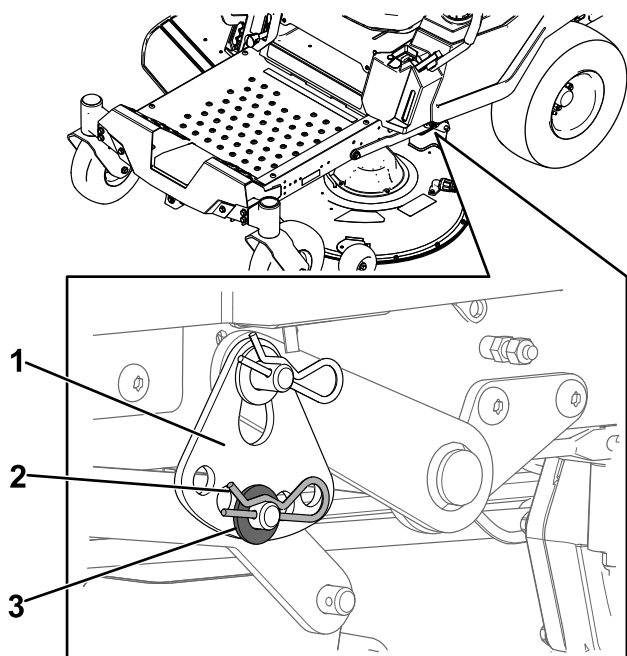

**Figure 62**
4. Placez deux cales de 6,6 cm (25/8 po) d'épaisseur chacune sous chaque côté du bord avant du tablier de coupe, mais pas sous les supports des galets anti-scalp (Figure 62).
5. Placez deux cales de 7,3 cm (27/8 po) d'épaisseur chacune sous le bord arrière de la jupe du tablier de coupe, une de chaque côté (Figure 62).